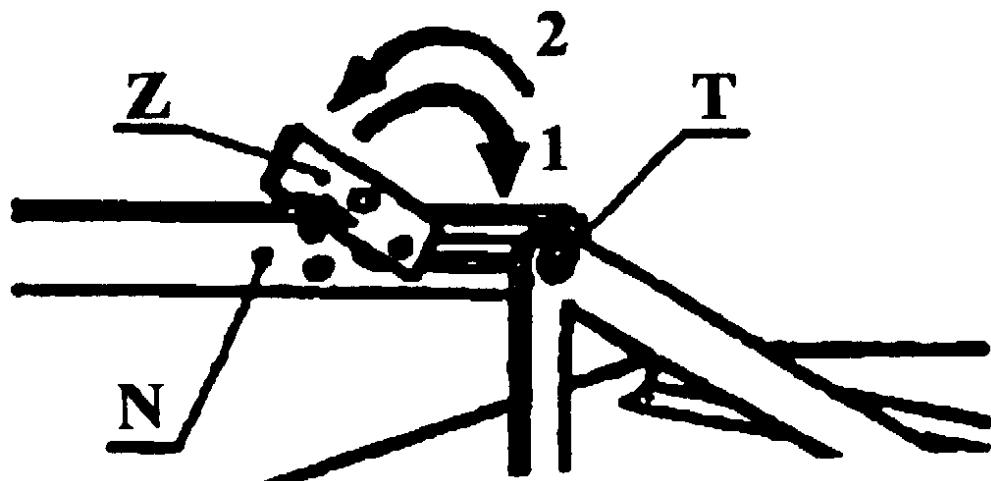

Рис. 11. Установка собачки „Z” в транспортное положение
- 3) повернуть собачку „Z” (Рис. 11) вниз, в положение, блокирующее перемещение штифта „Т” в отверстии тяги „Н”,
- 3) повернуть собачку „Z” (Рис. 11) вверх, в положение, обеспечивающее перемещение штифта „Т” в продолговатом отверстии тяги „Н” (копирование территории),